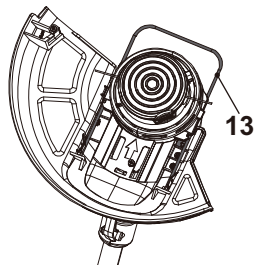

Fig. 11, Posição de armazenamento
- Empurre o protetor de plantas (13) para dentro, para transporte e armazenamento (Fig. 11).